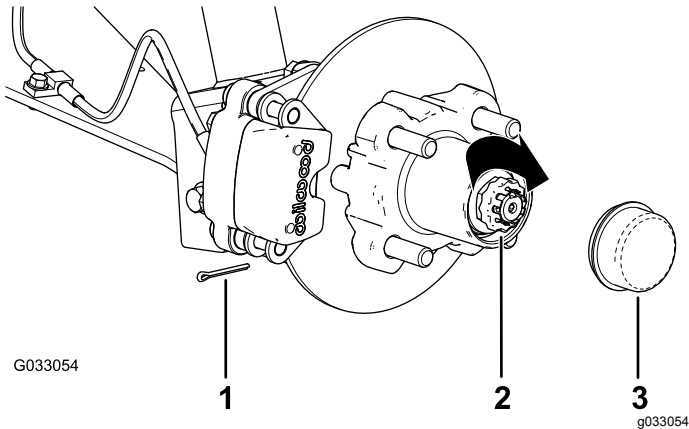

Bild 34
8. Befestigen Sie den Halter über der Mutter und prüfen Sie die Ausfluchtung des Schlitzes im Halter und dem Loch in der Spindel für den Splint (Bild 34).
9. Setzen Sie den Splint ein und biegen Sie jeden Abschnitt um den Halter (Bild 34).
10. Setzen Sie den Staubdeckel auf die Radnabe (Bild 34).